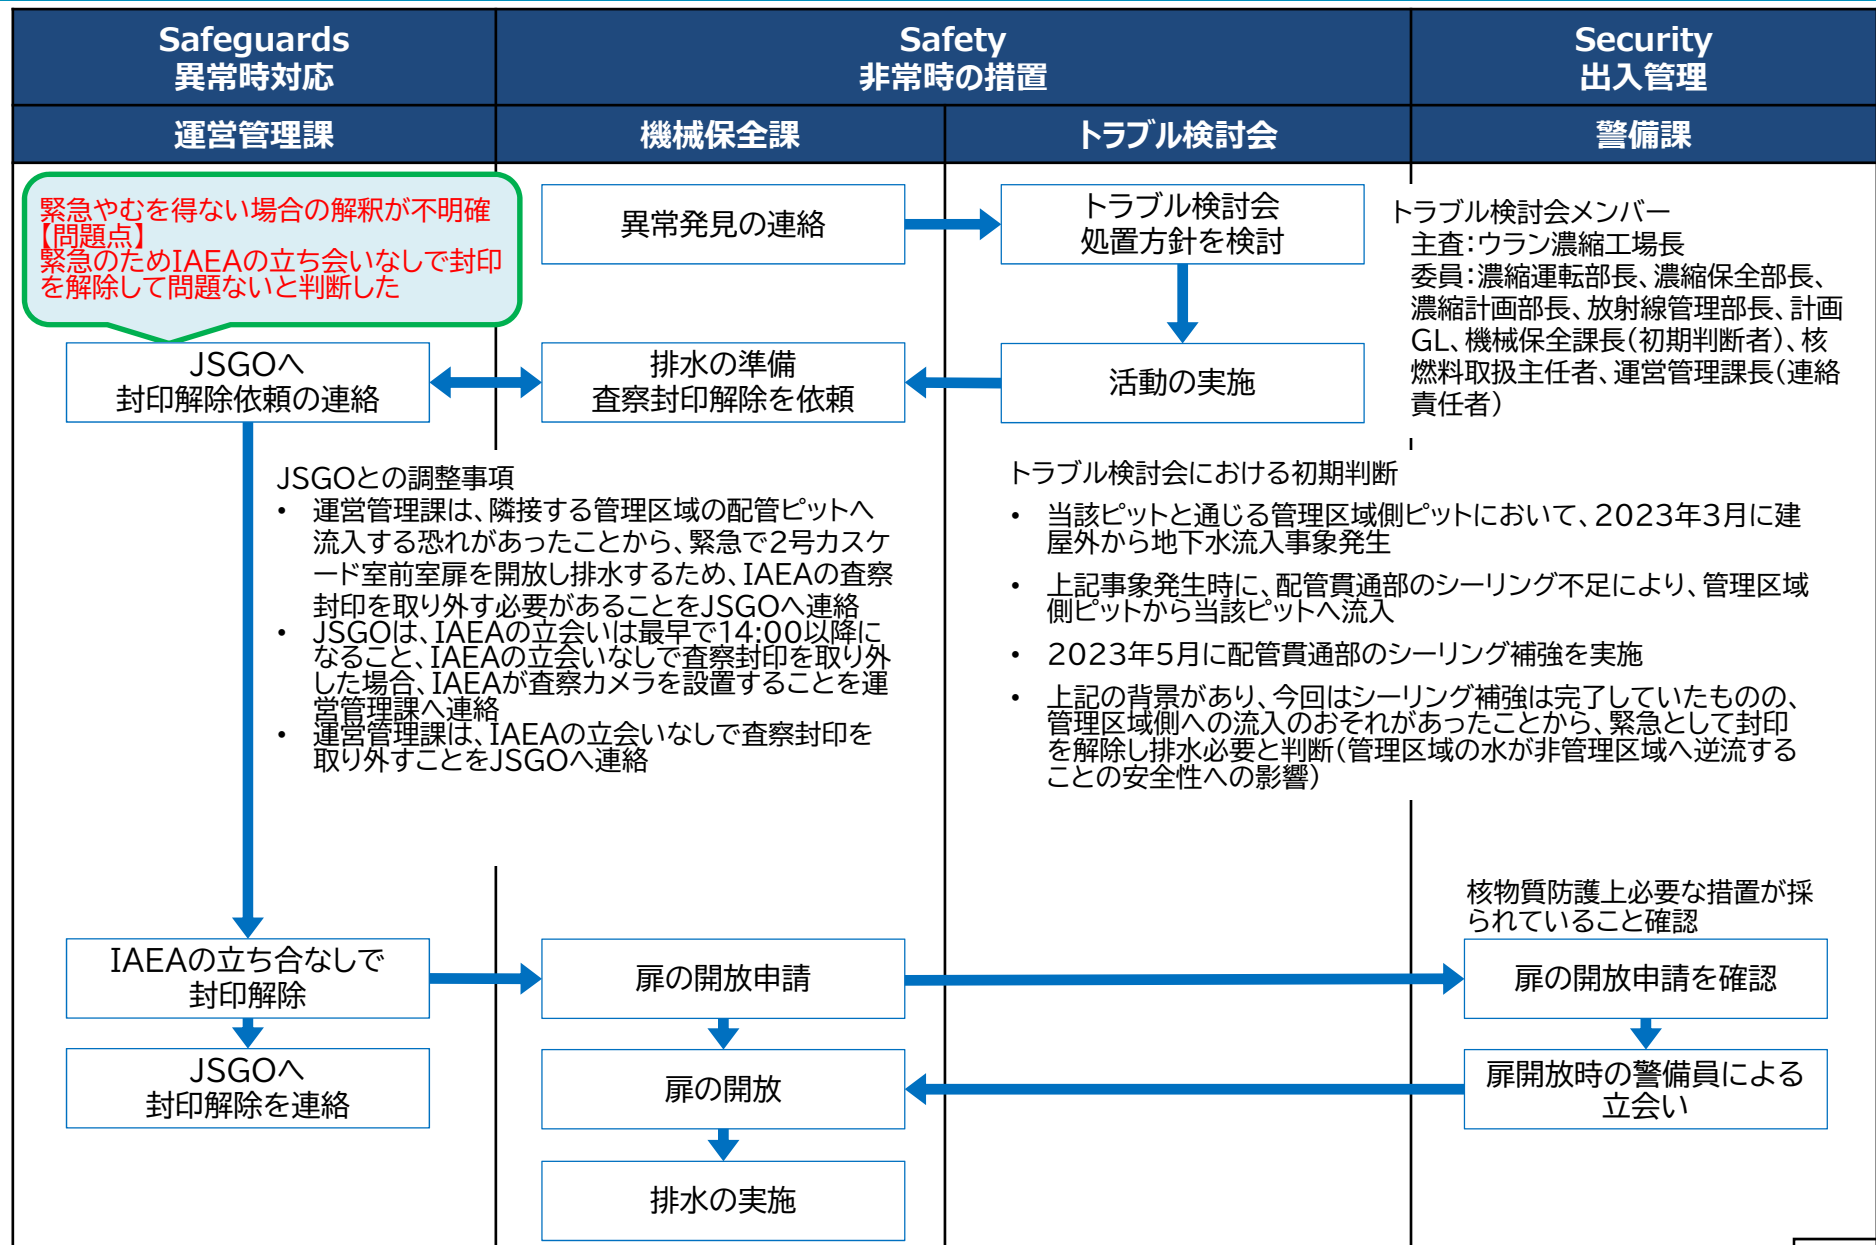

図1 1Dカスケード室概略図
- 本事象に対する各Sに係る部署の対応とその対応における問題点をフロー図1、現場の概略図を図1に示す。
■フロー図1：【事象2】1Dカスケード室扉のIAEA査察カメラの視野に障害が発生した(1/2)
■ フロー図 1 : 【事象 2】1Dカスケード室扉のIAEA査察カメラの視野に障害が発生した(2/2)